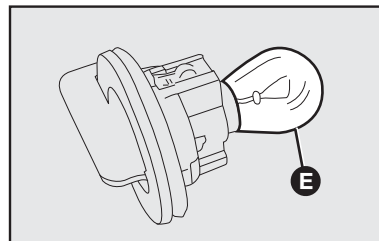

fig. 16
- 2) Retirar a lâmpada **E-fig. 16**, empurrando-a um pouco e girando-a em sentido antihorário.